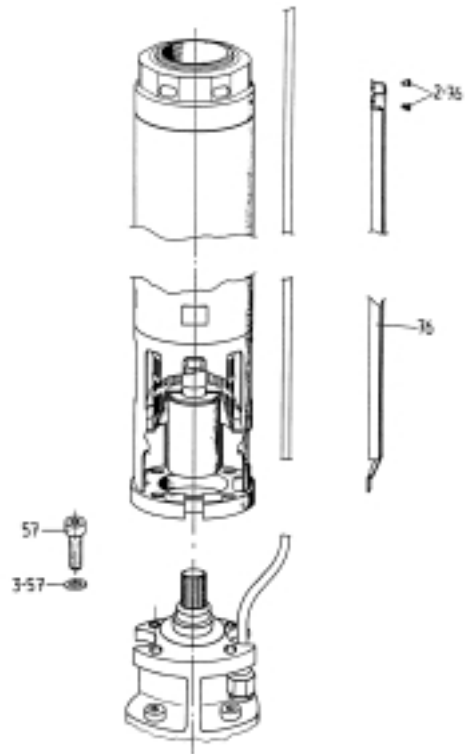

fig. 1
- positionner angulairement la pompe et le moteur et les emboîter l'un sur l'autre (voir fig. 1).